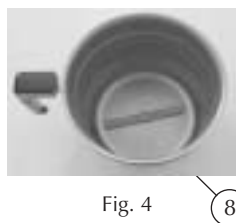

Fig. 4
2. introduire les 6 casseroles complètes d'ancres pour l'agitation (les ancres doivent être logées dans l'axe central des casseroles - voir détail 8 de Fig. 4) et d'une quantité adéquate de solution colorante (le collier présent sur chaque casserole indique une quantité de liquide de 1 litre). Mettre les couvercles respectifs;
3. régler le thermostat (3) en positionnant l'indicateur parmi les valeurs 8 et 8,5 (NOTE: il est possible qu'il soit nécessaire de changer la valeur qu'on vient d'indiquer - réglage du thermostat - selon les températures ambiantes. Les données fournies par GFC sont indicatives pour une température ambiante de 25°C);
4. régler le timer (4) à la lecture minimale (temps: 1 heure);
5. allumer l'appareil en mettant sur ON l'interrupteur général (1) et l'interrupteur de démarrage de l'agitateur (2);